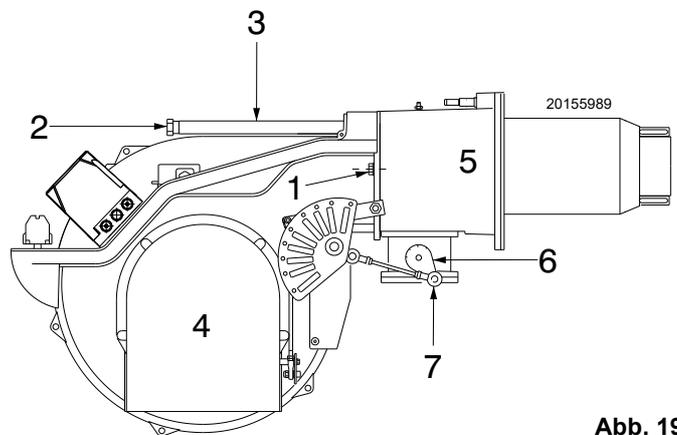

Abb. 19
- den Brenner wieder auf den Führungen 3)(Abb. 19) in einem Abstand von ca. 100 mm zur Muffe 5) montieren;
- fügen Sie das Kabel des Fühlers und das der Elektrode ein und lassen Sie dann den Brenner bis zur Muffe gleiten, bis er sich in der in der Abb. 19 dargestellten Position befindet;